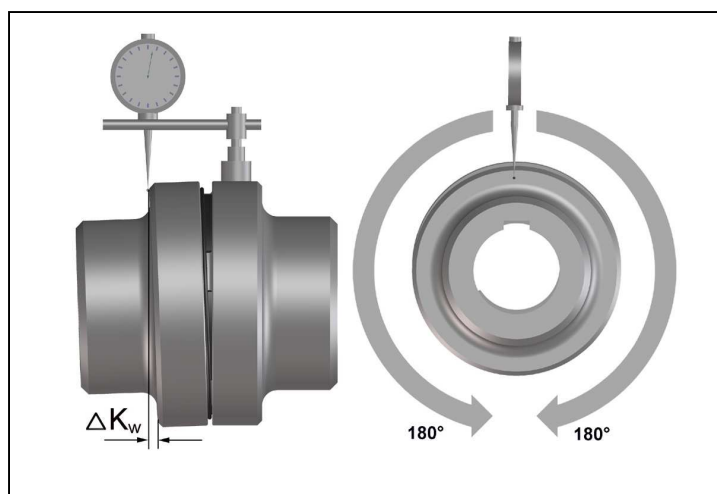

Bild 6
- Vermessen Sie stirnseitig eine ganze Umdrehung (360°) am äußeren Durchmesser. Ermitteln Sie dabei die größte Abweichung ΔK_{w1} sowie die kleinste Abweichung ΔK_{w2} (Bild 6).